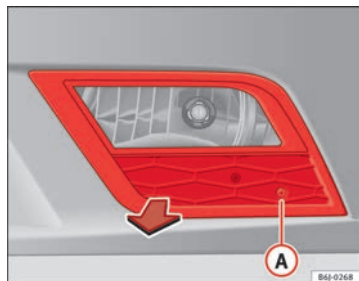

Fig. 170 Projecteur antibrouillard
- Retirez la vis $\Rightarrow$ fig. 170 **A** de la grille du projecteur antibrouillard à l'aide d'un tournevis.